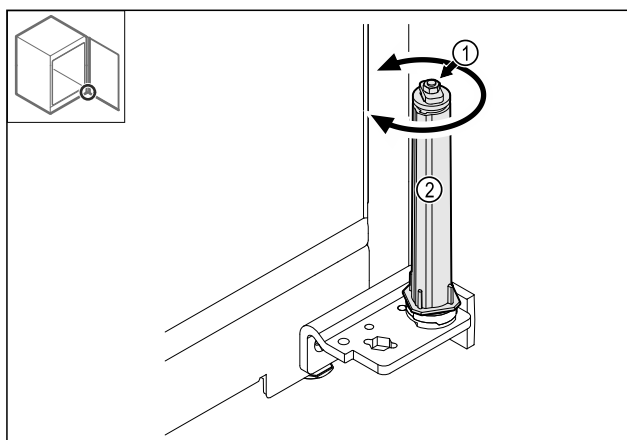

Fig. 40
- Не разбирайте резьбовое соединение Fig. 40 (1) системы закрытия.
- Поворачивайте систему закрытия Fig. 40 (2) до щелчка.